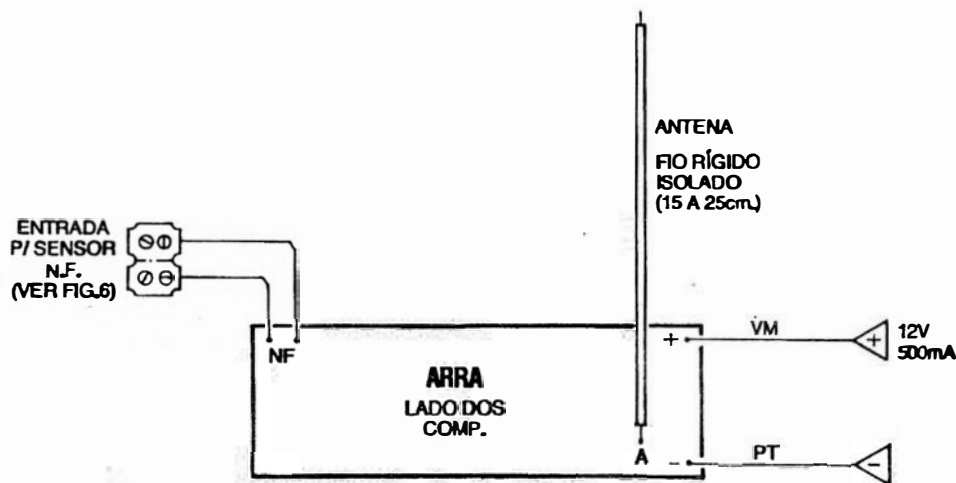

Fig.5
- **FIG. 5 - CONEXÕES EXTERNAS À PLACA** - Ainda vista pela face não cobreada (só que agora com os componentes *invisibilizados*, para não confundir as informações...), a placa traz agora as indicações claras das conexões externas... Estas se resumem na cabagem da alimentação (recomenda-se o uso do *velho código* de fio **vermelho** para o **positivo** e fio **preto** para o **negativo**...) e no par de fios que vão ao sensor N.F. (Normalmente Fechado), podendo tais conexões serem feitas de forma elegante e prática através de pares de segmentos parafusáveis tipo *Sindal* ou equivalentes... Finalizando as ligações externas, resta apenas a pequena antena, não mais do que um pedaço de fio rígido, fino, isolado, medindo de 15 a 25 cm., ligado ao ponto A da placa...